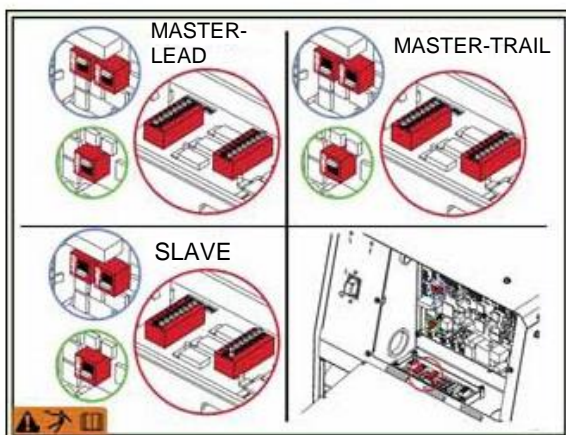

Abbildung Nr. 2: DIP-Schalter-Einstellungen
Das Phasenverhältnis von Lichtbogen zu Lichtbogen wird durch das Timing des Synchronsignals eines jeden Lichtbogens in Bezug auf das Synchronsignal von LICHTBOGEN 1 bestimmt. Die DIP-Schalter auf der Steuerplatine jedes Geräts sind für dessen Festlegung als Master Lead, Master Trail oder Slave einzustellen. Siehe Abbildung Nr. 2.
- Installieren Sie die Fühlerleitung für die Arbeitsspannung (21) von der Power Wave® AC/DC 1000 SD CE entsprechend den empfohlenen Richtlinien.
- Öffnen Sie die Frontplatte der Power Wave® AC/DC 1000 SD CE und prüfen Sie die Einstellungen des DIP-Schalters entsprechend dem Aufkleber auf der Platte. Werkseinstellung ist „Master-Lead“. (siehe **Abbildung Nr. 2: DIP-Schalter-Einstellungen**).
- Installieren Sie die Elektroden-Fühlerleitung (67) am Vorschubgerät und die Fühlerleitung für die Arbeitsspannung (21) von der Power Wave® AC/DC 1000 SD CE entsprechend den empfohlenen Richtlinien.
- Öffnen Sie die Frontplatten der Power Wave® AC/DC 1000 SD CE und prüfen Sie die Einstellungen des DIP-Schalters entsprechend dem Aufkleber auf der Platte. Werkseinstellung ist „Master-Lead“. (siehe **Abbildung Nr. 2: DIP-Schalter-Einstellungen**).
- Installieren Sie die Elektroden-Fühlerleitung (67) an jedem Vorschubgerät und die Fühlerleitung für die Arbeitsspannung (21) von der Lead Power Wave® AC/DC 1000 SD CE Master entsprechend den Richtlinien.
- Öffnen Sie die Frontplatten der Power Wave® AC/DC 1000 SD CE und konfigurieren Sie die Einstellungen des DIP-Schalters entsprechend dem Aufkleber auf der Platte. (siehe **Abbildung Nr. 2: DIP-Schalter-Einstellungen**).
- Installieren Sie die Elektroden-Fühlerleitung (67) am Vorschubgerät und die Fühlerleitung für die Arbeitsspannung (21) von der Lead Power Wave® AC/DC 1000 SD CE Master entsprechend den Richtlinien.
- Öffnen Sie die Frontplatten der Power Wave® AC/DC 1000 SD CE und konfigurieren Sie die Einstellungen des DIP-Schalters entsprechend dem Aufkleber auf der Platte. Werkseinstellung ist „Master-Lead“. (Siehe Abbildung Nr. 2).